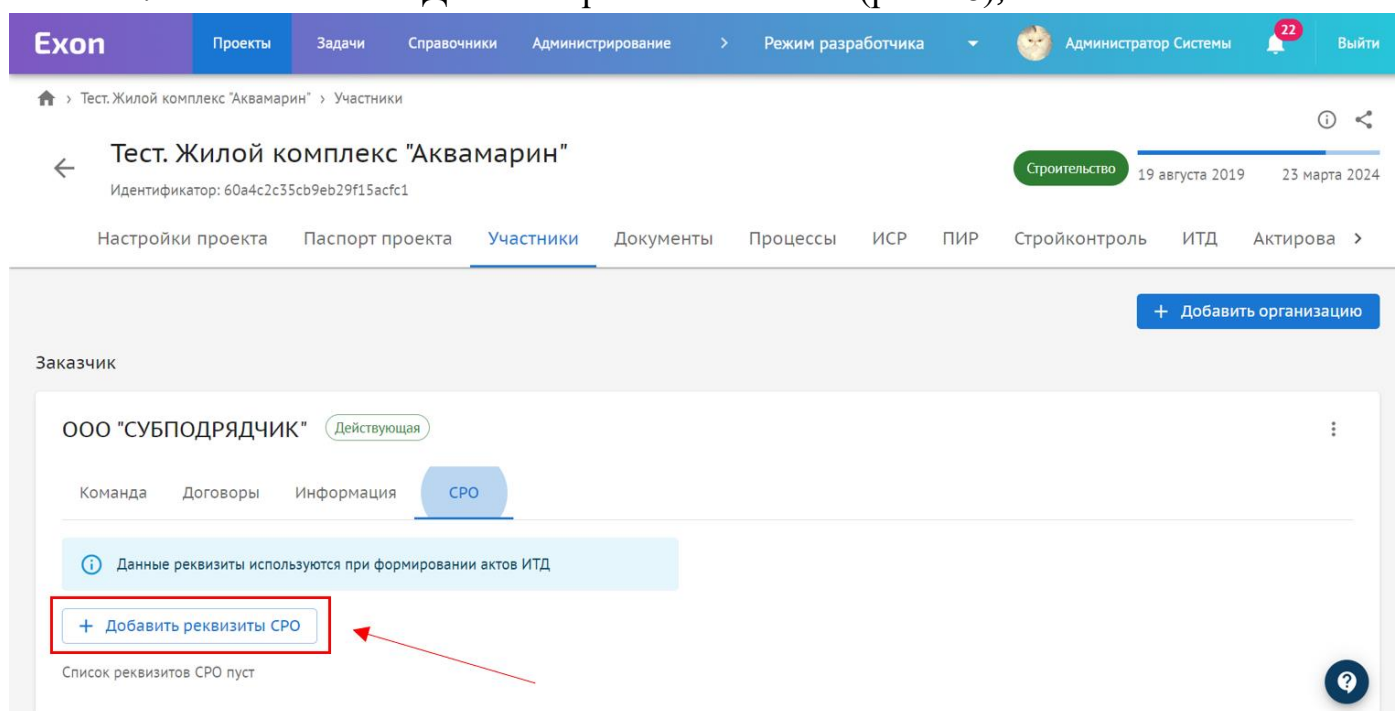

Рис. 28 – Добавление реквизитов СРО
2. Нажать на «+ Добавить реквизиты СРО» (рис. 28);
4. После следует нажать на карточку организации (1), а затем нажать «Сохранить» (2) (рис.28);